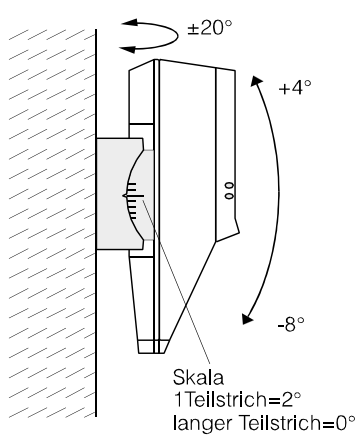

Abbildung 5.1
6.5.3 Wandmontage, 0° (Abb. 5.1)